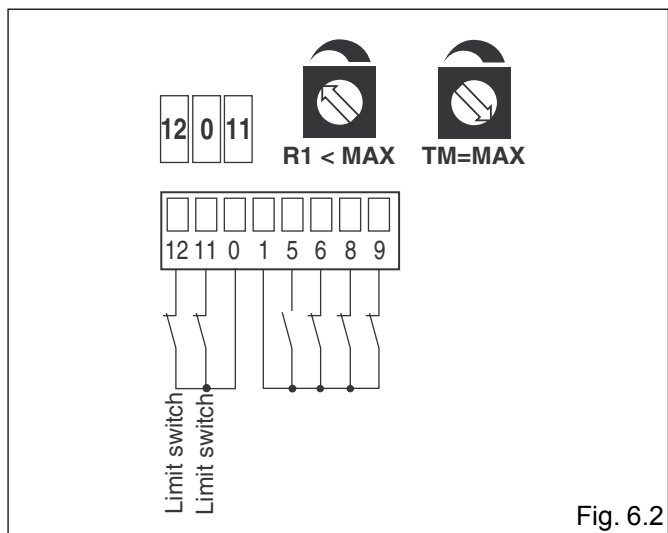

Fig. 6.2
- (Fig. 6.2) de contacten N.C. van de openings- en sluitingsbegrenzer aan de klemmen 0-11-12 verbinden.